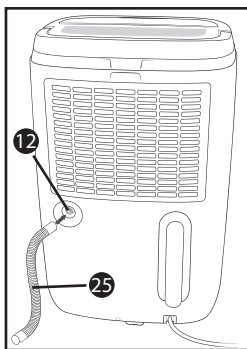

Abb. 3
- ◆ Stecken Sie entweder den mitgelieferten Schlauch ②⑤ auf die Austrittsöffnung ①② oder schrauben Sie den EU-Gartenschlauch-Adapter ②⑥ auf die Austrittsöffnung ①② (siehe Abbildung 3 + 4).